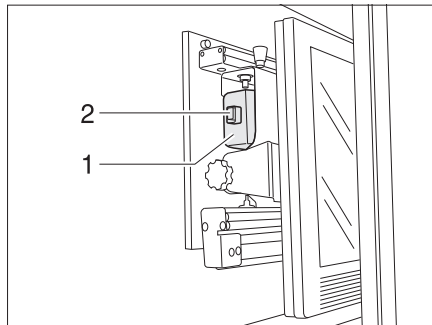

Bild 11 Halterung im TV-Schrank
- Flachbildschirm in Richtung Arretierung (Bild 11,1) zurückschwenken.
- Hebel (Bild 11,2) nach unten drücken.
- Hebel (Bild 11,2) loslassen. Der Hebel rastet ein.